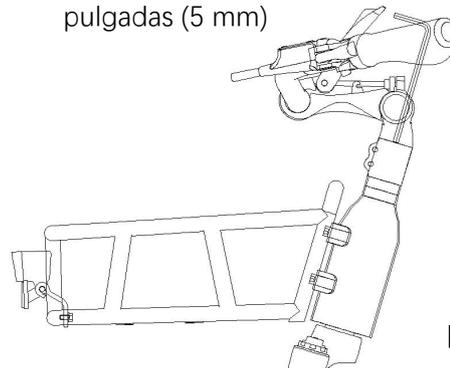

Figura 11.
3. Deslice el manillar en la potencia, incline el manillar hacia arriba/hacia abajo, utilice la llave Allen de 5 mm para apretar el tornillo de la potencia hacia abajo dentro del tubo, como se muestra en la Figura 11.